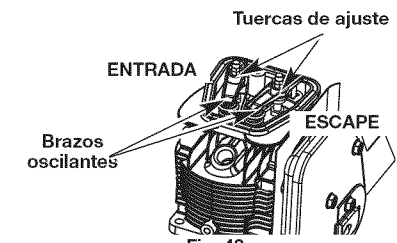

Fig. 43
7. Deslice la galga entre el brazo oscilante y el resorte de retorno de la válvula. Mida el huelgo entre el vástago de la válvula y el brazo oscilante (Fig. 43). Realice esto en las válvulas de entrada y de escape.